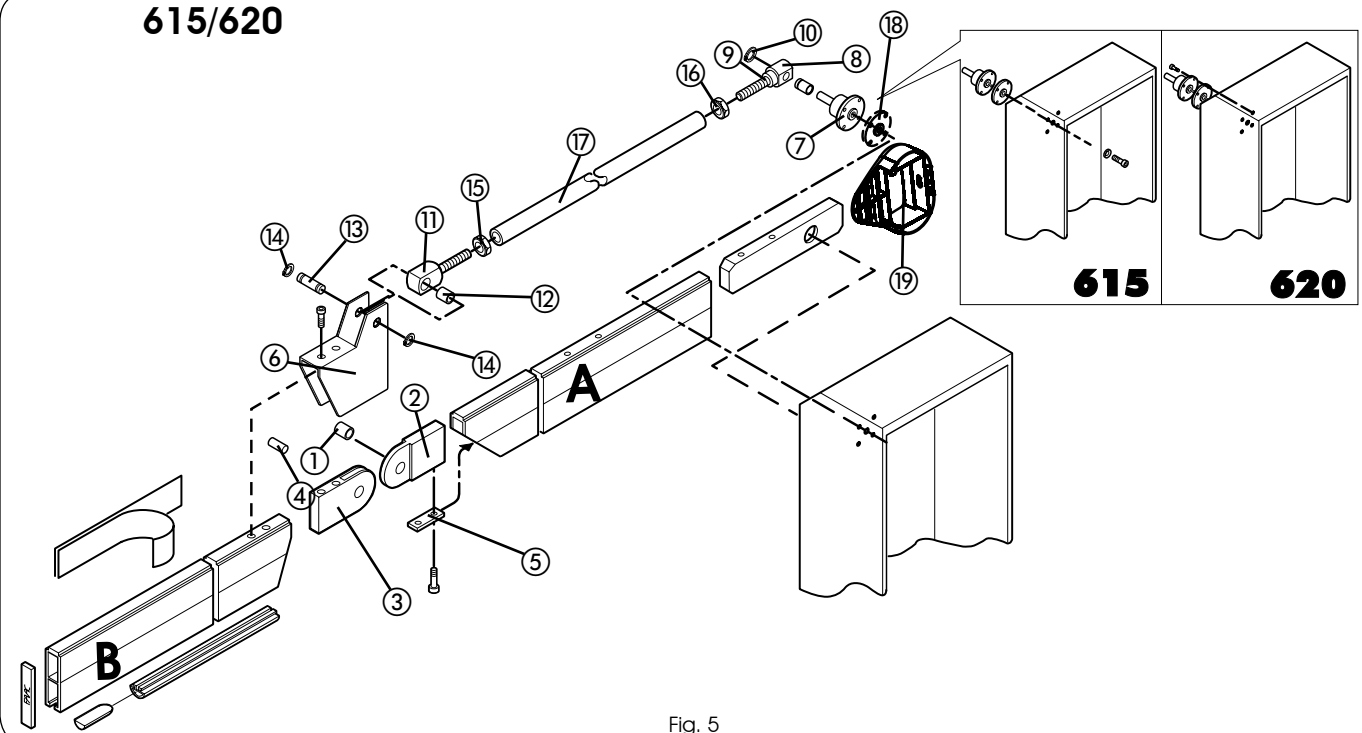

Fig. 5
- 3) Die Teile ① und ② mit dem Gelenk ③ montieren und dabei den Stift ④, wie in Abb. 5 gezeigt, einführen.
- 4) Die Gruppe ①, ②, ③ und ④ in die Balkenabschnitte einführen und mit den Teilen ⑤ und ⑥ unter Verwendung der mitgelieferten Schrauben gemäß Abb. 5 befestigen.
- 5) Die Stütze ⑦ auf den Schrankenkörper montieren, wie in Abb. 5 gezeigt, wie in Abb. 5 gezeigt. Dazu ist der Abstandhalter ⑧ mit alten Taschen (vor September 2005) zu verwenden.
- 6) Die Buchse ⑧ und die Gabel ⑨ auf die Stütze ⑦ montieren und den Seeger-Ring ⑩ wie in Abb. 5 gezeigt, anbringen.
- 7) Die Gabel ⑪ mit der Buchse ⑫ auf dem Anschluß ⑥ anbringen und mit dem Stift ⑬ und den Seeger-Ringen ⑭ zusammenbauen.
- 8) Die Muttern ⑮ und ⑯ auf den Gabeln ⑨ und ⑪ anschrauben.
- 9) Das Rohr ⑰ bis auf ein Viertel der Gabel mit linksgängigem Gewinde anschrauben.
- 10) Die beiden Balkenabschnitte korrekt horizontal positionieren und das Rohr ⑰ auf der Gabel mit rechtsgängigem Gewinde ausrichten.
- 11) Die Schnittposition des Rohrs ⑰ bei einem Fünftel des Gewindes der rechten Gabel anzeichnen.
- 12) Das Rohr ⑰ schneiden und mit einer rechtsgängigen Schraube M10 für ca. 20 mm gewindeschneiden.
- 13) Das Rohr ⑰ im Uhrzeigersinn auf der rechten Gabel anschrauben, so daß der Balken ausgerichtet wird.
- 14) Die Muttern ⑮ und ⑯ auf dem Rohr ⑰ anziehen.
- 15) Die Montage beenden und den Schutzdeckel ⑱ anbringen.
- 3) Assembleer de onderdelen ① en ② met het scharnier ③ door de spil ④ erin te steken zoals in fig. 5.
- 4) Steek de groep ①, ②, ③ en ④ in de stukken van de slagbomen en monteer de onderdelen ⑤ en ⑥ erop met behulp van de bijgeleverde schroeven zoals in fig. 5.
- 5) Monteer de steun ⑦ op de behuizing van de slagboom zoals in fig. 5, met gebruikmaking van afstandsstuk ⑱ met de oude zakken van voor september 2005.
15) Voltooi de installatie door de beschermingskap ⑱ aan te brengen.
- 6) Zet de bus ⑧ erin en de vork ⑨ op de steun ⑦ en breng de seegerring ⑩ aan zoals in fig. 5.
- 7) Zet de vork ⑪ erin met de bus ⑫ op de aansluiting ⑥ en assembleer ze met de spil ⑬ en de seegerring ⑭.
- 8) Draai de schroeven ⑮ en ⑯ vast op de vorken ⑨ en ⑪.